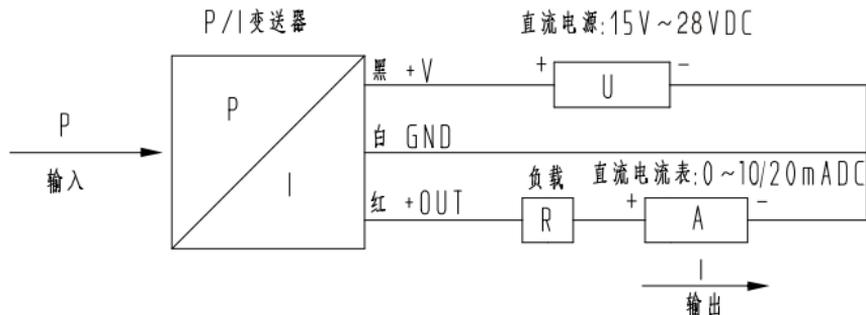

图 7
6.1.2 三线制，0mA~10/20mA DC 输出的变送器电气连接方法见图 7。